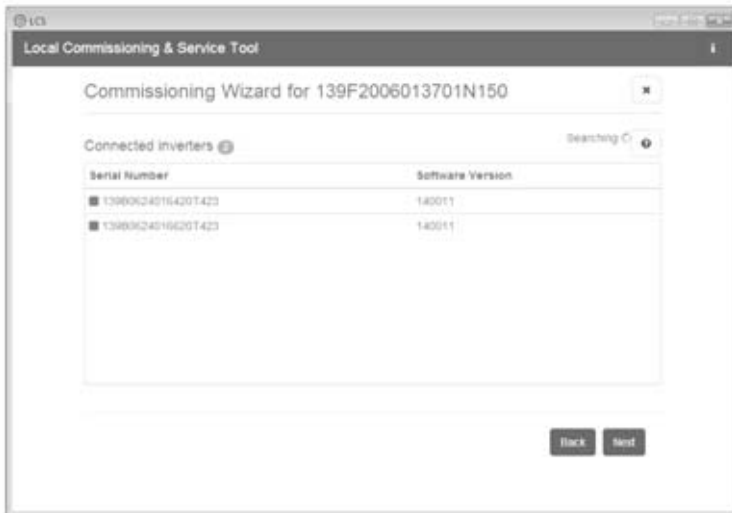

Figure 3.6 : Outil LCS - liste des onduleurs connectés
4. Une liste des onduleurs identifiés par le SMA Inverter Manager sélectionné apparaît. Voir figure 3.6